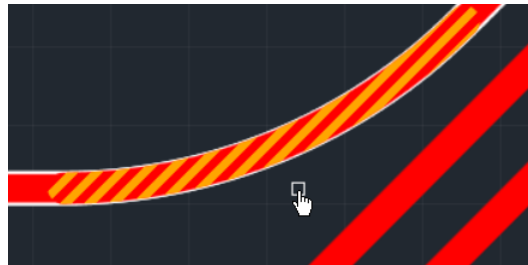

Рис. 291 Выбор точки редактирования
1. Выберите точку и зажмите левую кнопку мыши, Рис. 291.